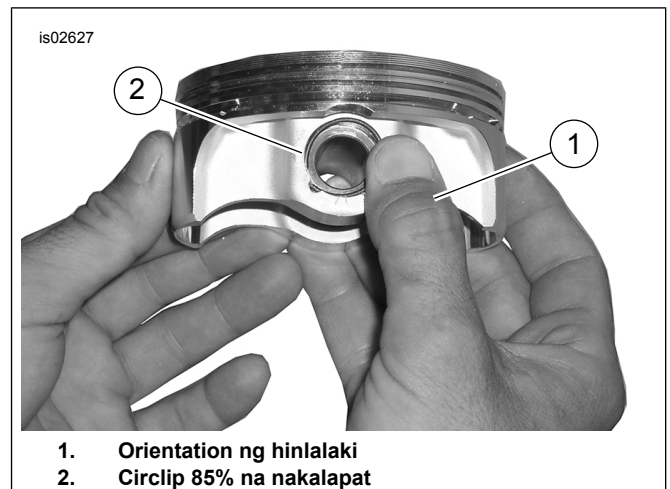

Figure 4. Ikabit ang Circlip
2. Tingnan ang Figure 4 . Iposisyon ang iyong hinlalaki (1) tulad ng ipinakikita, at diinan nang mabuti hanggang humigit-kumulang sa 85% ng circlip (2) ang nakapasok na sa uka.